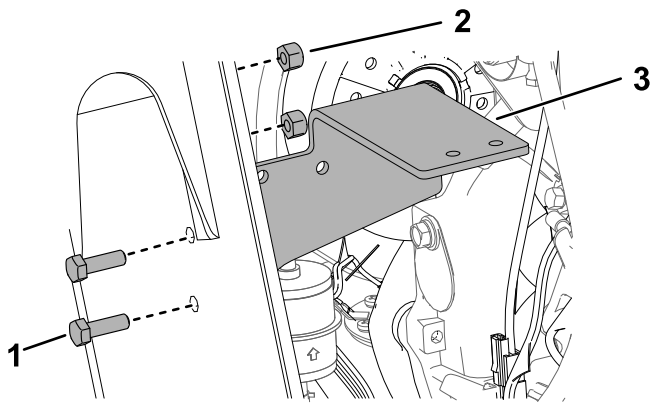

Bild 23
7. Bringen Sie die Platte am Rahmen an, wie in Bild 23 dargestellt.